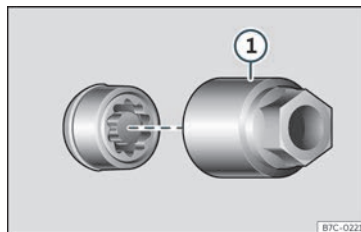

Abb. 36 Diebstahlhemmende Radschraube mit Abdeckkappe und Adapter
- Schieben Sie den Spezialadapter »» **Abb. 36**  (Bordwerkzeug »» Seite 46) bis zum Anschlag in die diebstahlhemmende Radschraube.